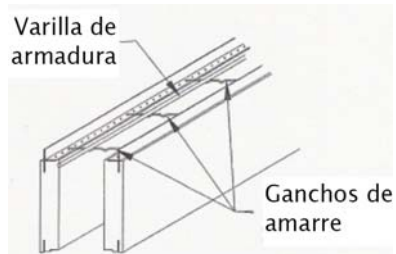

Figura 6.4.a. Disposición de la armadura
- Depositar las varillas sobre las muescas de los ganchos de amarre (figura 6.4.a)